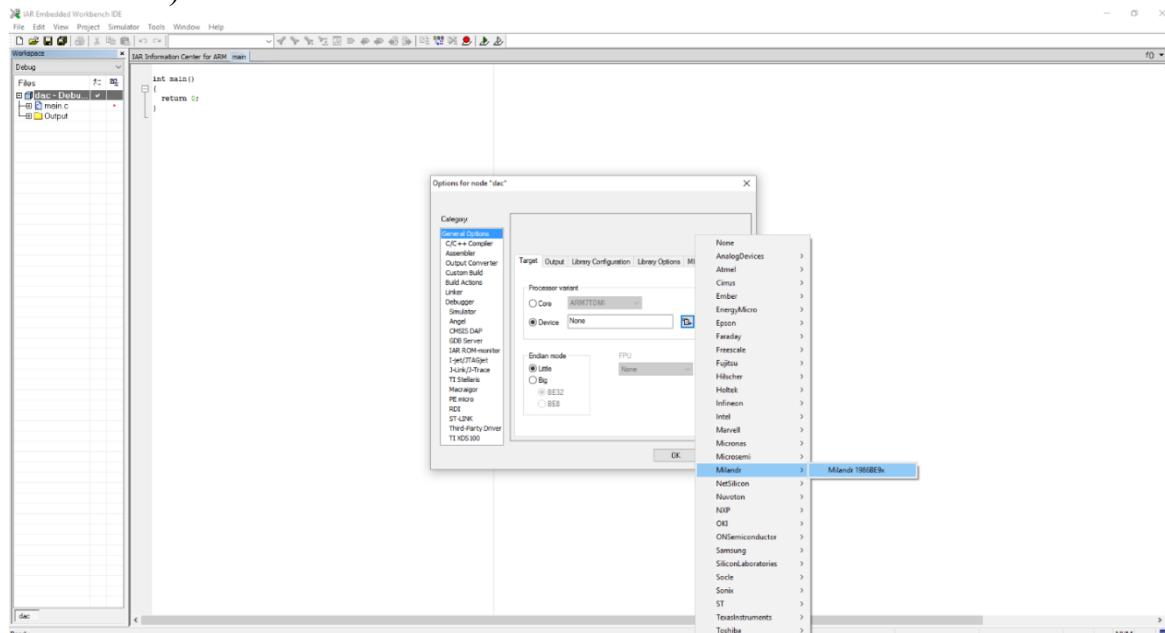

Рис. 1.17. Окно выбора микроконтроллера
6. В меню *General Options* во вкладке *Target* выбирается модель контроллера: *Device*—>*Milandr*—>*Milandr 1986BE9x* (рис. 1.17).